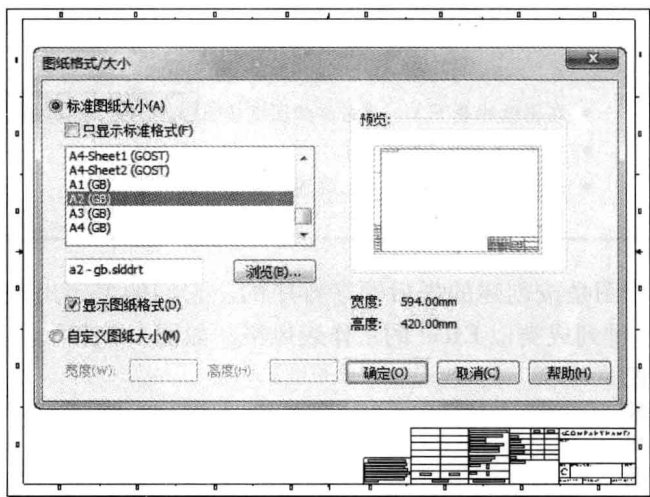

图 1-11 创建新的工程图
创建一个新的工程图文件，选择【标准图纸大小】，不勾选【只显示标准格式】选项，选择【A2 (GB)】标准的图纸格式，如图 1-11 所示。取消【模型视图】对话框。